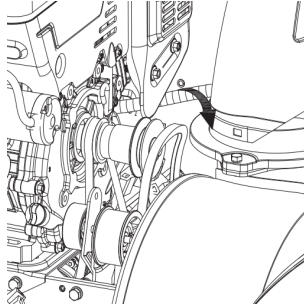

Рисунок 41
4. а. Снимите ремень шнека со шкива двигателя. См. рисунок 41.